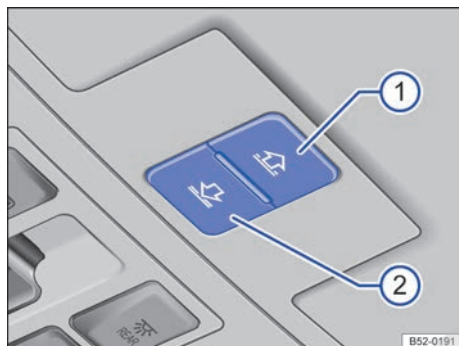

Fig. 116 En el revestimiento interior del techo: teclas para manejar la cortinilla parasol.
Las teclas → fig. 116 ① y ② tienen dos niveles. Pulsando las teclas hasta el primer nivel se puede abrir o cerrar la cortinilla parasol total o parcialmente.